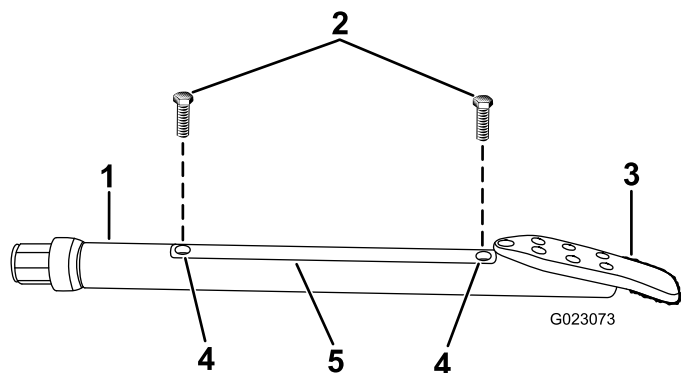

Figura 50
2. Afloje los tornillos que sujetan la tapa al portasonda, y retire la tapa (Figura 50).
4. Instale la tapa del portasonda y sujétela con los tornillos (Figura 50).